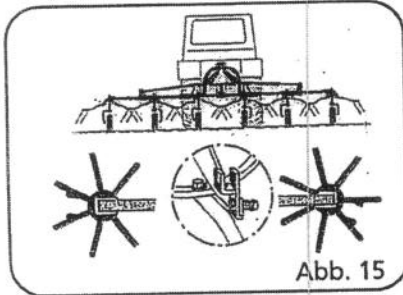

Abb. 15
5. Zinkenarme der äußeren Kreisel nach dem Entriegeln des Federsteckers in Arbeitsstellung schwenken (auf korrekte Verriegelung achten, Abb. 15)
6. Feststellsicherung der Kreisel hochschwenken (Abb. 15, Pos. N).